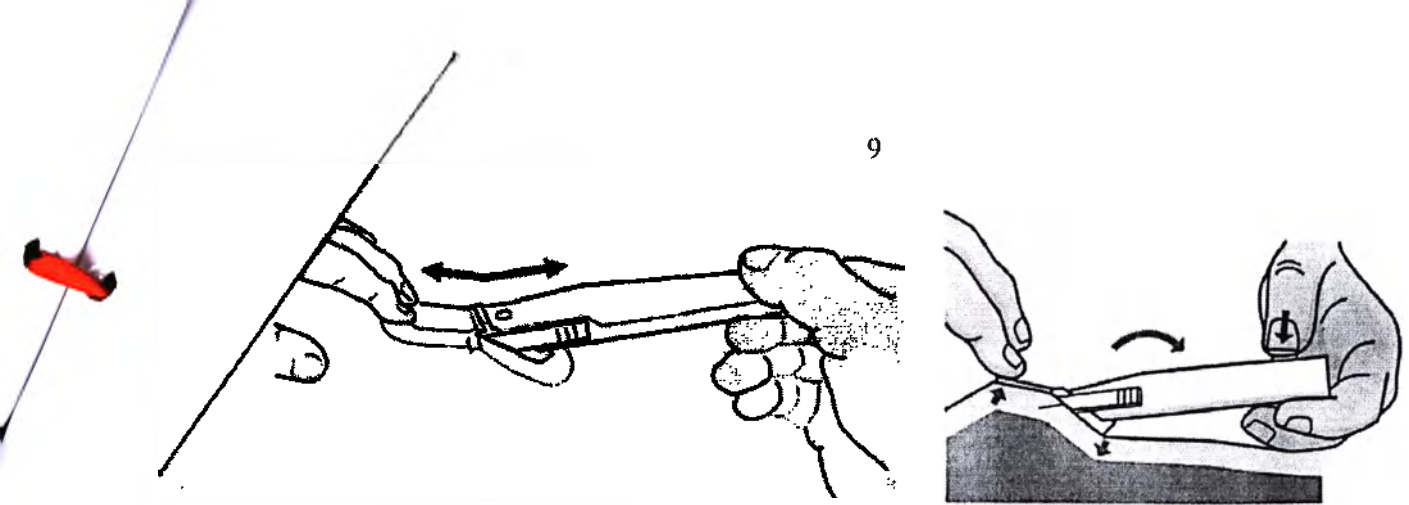

Рисунок 5. Механизм введения
9. Отогните рукоятку устройства для введения до тех пор, пока передняя опорная пластина датчика не приподнимет кожу. Нажмите на спусковую кнопку для запуска механизма введения (рисунок 5).